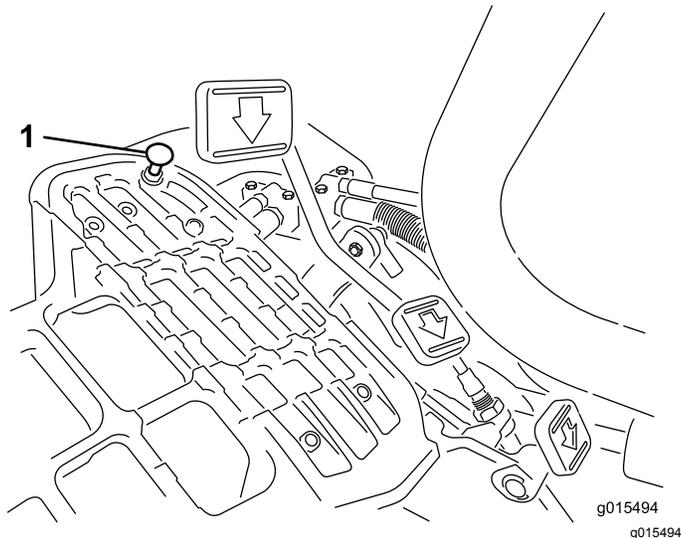

図 45
モードレバーを移動走行位置にセットし、ペダルを一杯に踏み込めば最高速度となります。ケーブルに張力が掛かる前にペダルがストップ **図 45** に当たる場合には調整が必要です。
1. モードレバーを移動走行位置にセットし、ペダルストップを固定しているロックナットをゆるめる **図 45**。